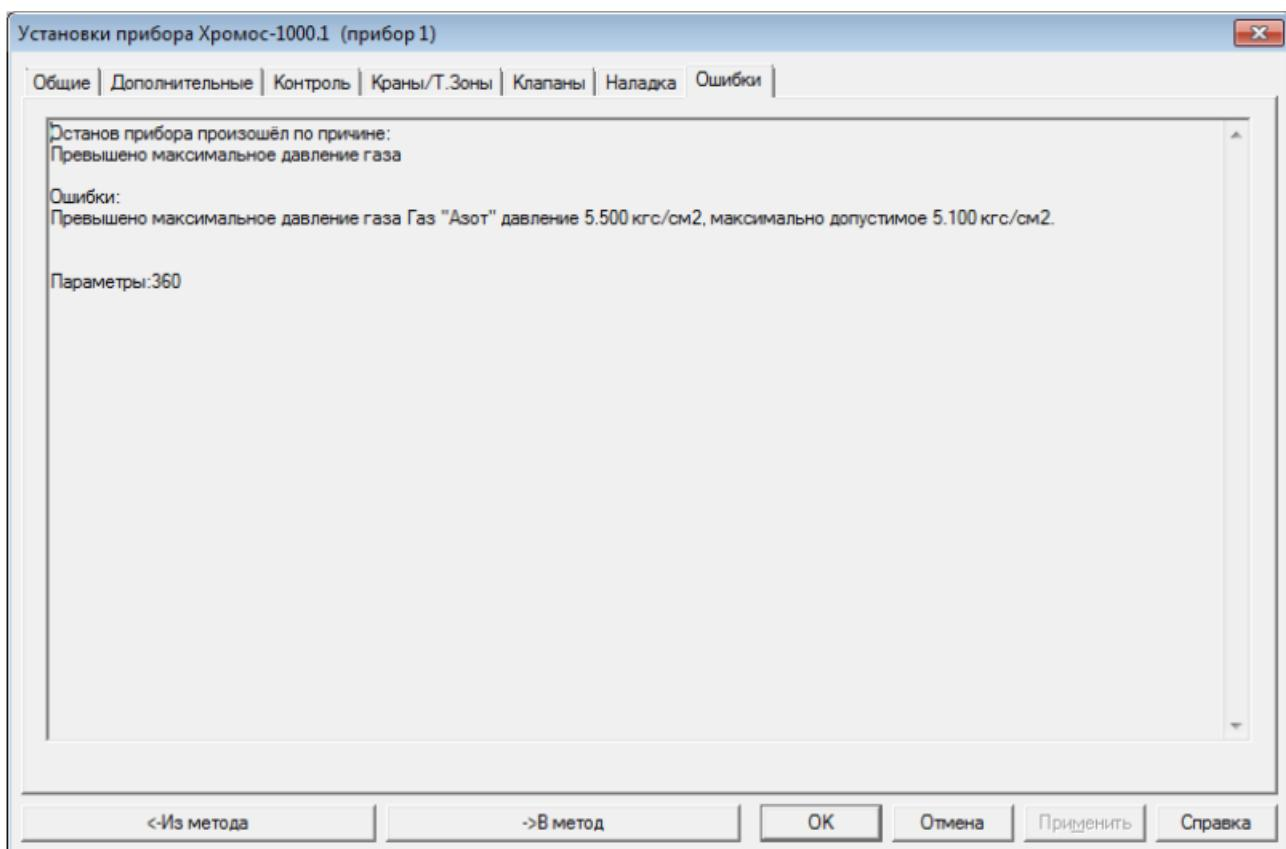

Рис. 103: Окно «Установки прибора > Ошибки»
2. В окне Установки прибора выберите вкладку Ошибки (Рис. 103). Отчёт указывает, на каком РГП выявлено превышение давления.